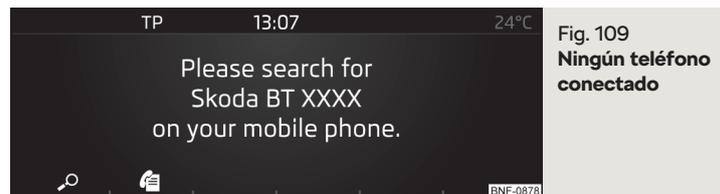

Fig. 110
- En la lista de los equipos Bluetooth® externos encontrados, seleccionar el teléfono deseado » fig. 110 - [A].
- Para **visualizar** las informaciones para la conexión con un equipo Bluetooth® externo, pulsar la tecla de función **i** » fig. 110 - [A].
- En la lista visualizada, seleccionar el teléfono » fig. 110 - [B] o el equipo Bluetooth® externo deseado » fig. 118 de la pág. 93 - [A].